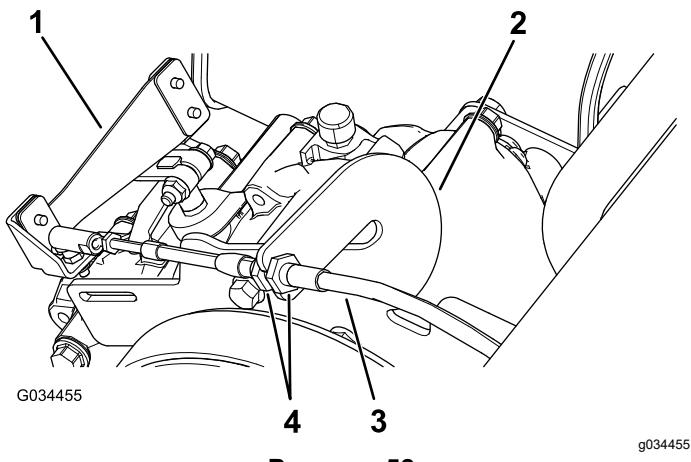

Рисунок 58
- Ослабьте контргайки на тросе переключения передач и отрегулируйте их при необходимости (Рисунок 58).
- Проверьте положение переключения передач, повернув рычаг переключения передач в три различных положения и проверив правильность перемещения рычага переключения передач (Рисунок 58) при их переключении; см. Рычаг и индикатор переключения передач (страница 14).